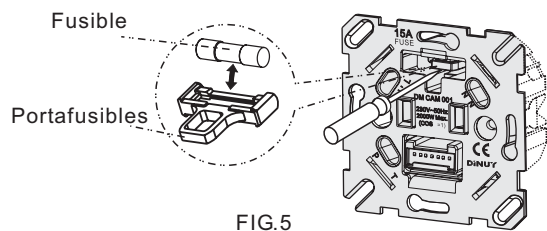

FIG.5
- 2) Aflojar los tornillos de las bornas de conexión e introducir en las mismas los cables correspondientes de acuerdo con el esquema de conexión (FIG 5, 6 Y 7).
- 1). Separar el marco de plástico del cuerpo del detector y entonces sacar el portafusibles con la ayuda de un destornillador. (FIG.5)